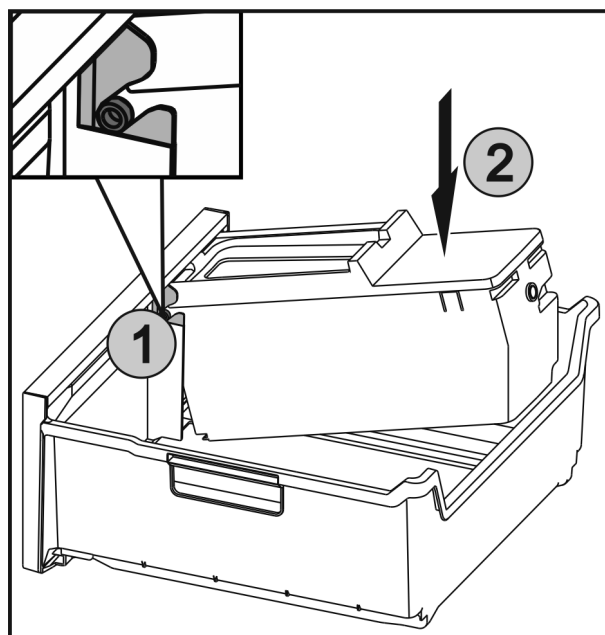

Fig. 62
- ▶ Вставить оси Fig. 62 (1) на EasyTwist-Ice в направляющие и вдавить заднюю сторону Fig. 62 (2) до фиксации накладки.